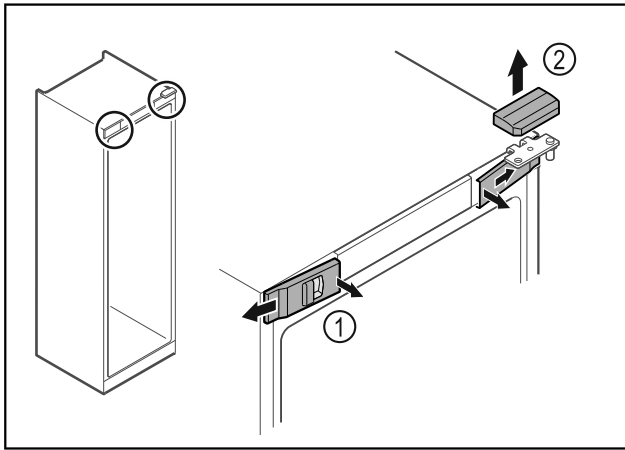

Fig. 7*
- ▶ Звільніть передні кришки Fig. 7 (1) всередині від фіксатора та поверніть убік.*
- ▶ Зніміть верхню кришку Fig. 7 (2) вгору.*